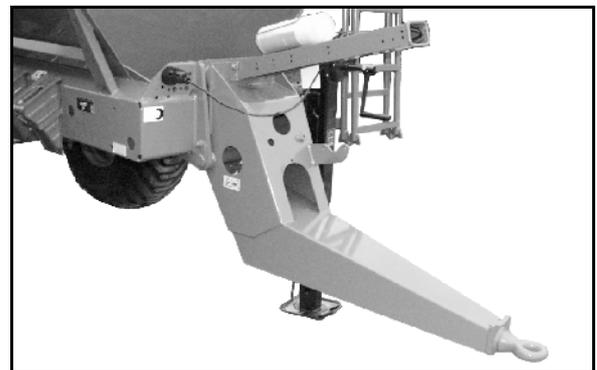

Fig. 24
- d'une barre d'attelage contrecoudée (Fig. 24),